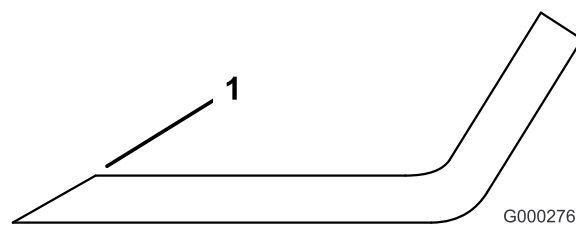

Figura 85
3. Controllate i taglienti di tutte le lame, e affilateli se fossero ottusi o scheggiati. Affilate soltanto la parte superiore del tagliente e mantenete l'angolo di taglio originale per garantire l'affilatezza (Figura 85). La